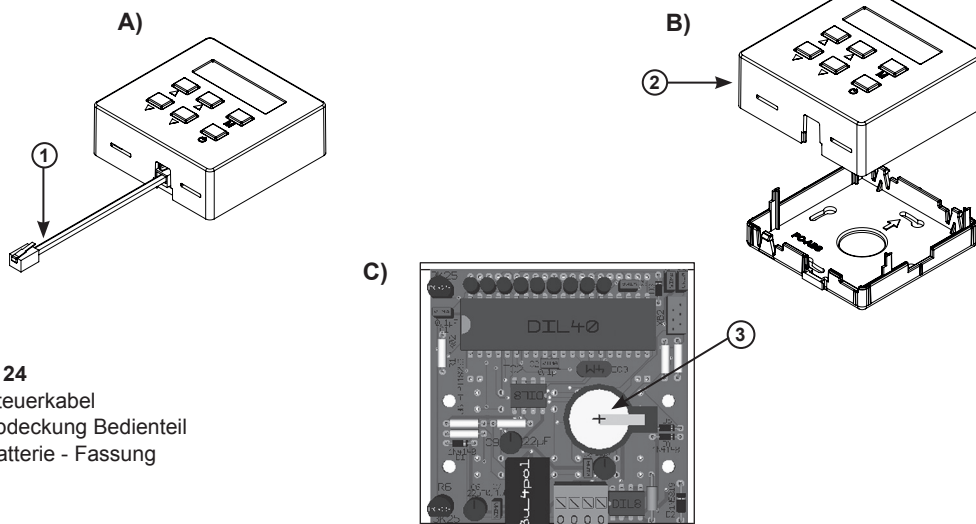

Abb. 24
- Trennen Sie das Steuerkabel (1) vom Bedienteil.
- Öffnen Sie das Bedienteil indem Sie die Abdeckung (2) anheben.
- Die Fassung (3) für die Batterie liegt auf der Platine. Entnehmen Sie die Batterie und ersetzen sie diese gegen eine neue, wie im Abb. 24 C dargestellt.